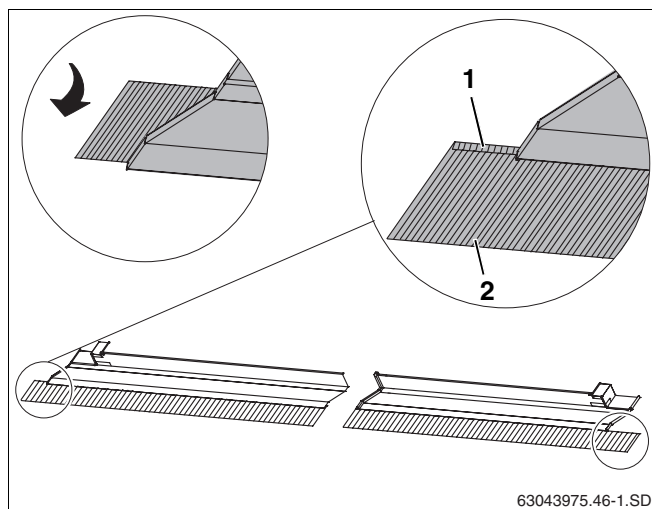

Рис. 43 Укладка свинцовых фартуков
- Уложить свинцовые фартуки всех накладных листов выступом вперед (рис. 43, **поз. 2**).
- Концы крайних накладных листов вверх (рис. 43, **поз. 1**) также уложить с выступом вперед.